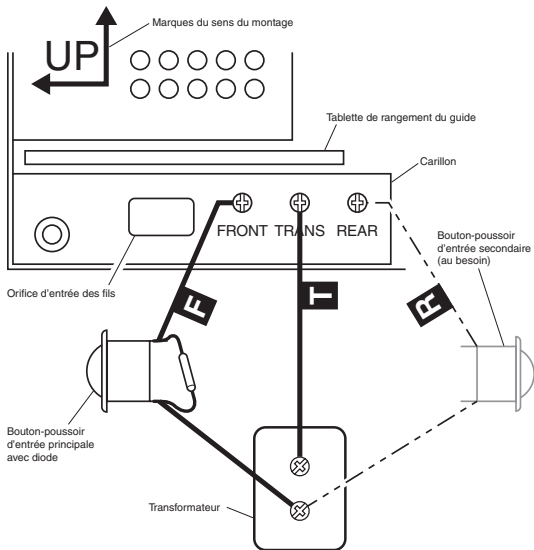

Figure 2
10. Branchez le fil « F » à la borne « FRONT ». Branchez ensuite le fil « T » à la borne « TRANS ». Branchez enfin le fil « R » à la borne « REAR »* (voir la Figure 2).